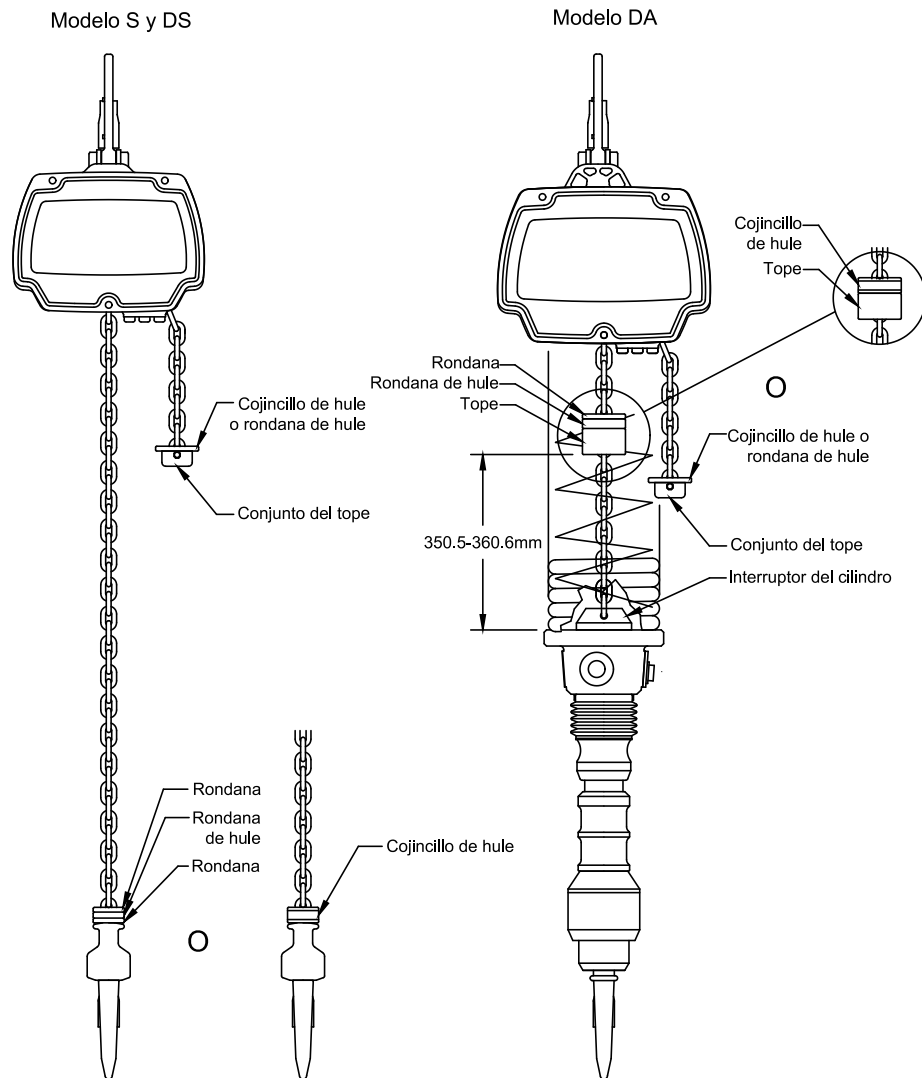

Figura 3-2 Configuración de los componentes de la cadena para polipastos/tecles con interruptor de límite superior solamente.
- 3.2.1 La cantidad y ubicación de los componentes de la cadena, incluyendo los cojincillos de hule, rondanas y conjuntos del tope, dependen del modelo del polipasto/tecle y de su capacidad. Nunca opere el polipasto/tecle con componentes incorrectos, faltantes o dañados. Consulte la placa de identificación del polipasto/tecle, la Tabla 3-2 y la Figura 3-2, además asegúrese de que todos los componentes de la cadena estén en la ubicación correcta y estén adecuadamente instalados.